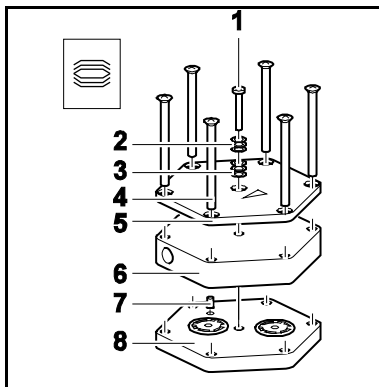

Fig. 24 : Monter la tête de pompe
1. En cas de pompe à deux têtes : Sur le raccordement pneumatique de la tête (3), desserrer les écrous-raccord (2) à la main. Tourner le raccord à visser coudé (1) de la tête de pompe (4) dans le sens inverse des aiguilles d'une montre jusqu'à ce que le tuyau de raccordement puisse être retiré.
2. Repérer la plaque supérieure (Fig. 24/5), le couvercle de tête (Fig. 24/6), la culasse (Fig. 24/8) et le support de membrane d'un trait continu au feutre (dans le cas des pompes à deux têtes : sur les deux têtes de pompe). Cela évite ainsi un montage erroné ultérieur des pièces.
2. Mettre en place la culasse (8) avec les plaques soupapes/joints sur le logement selon le trait au feutre.
3. Mettre en place le couvercle de tête (6) sur la culasse (8) selon le goujon d'assemblage (7).
4. Placer la plaque supérieure (5) sur le couvercle de tête (6) selon le trait au feutre.
5. Serrer les vis (4) en quinconce.
6. Mettre en place la/les vis (1) au milieu de la plaque supérieure (5) avec les rondelles Belleville (2, 3). Veiller alors à ce que les rondelles Belleville soient correctement disposées (voir fig. 24).
7. Serrer la/les vis (1) jusqu'à ce que la tête de vis soit au ras de la surface. Fixer la/les vis avec un demi-tour supplémentaire. (couple de serrage: N810: 20 Ncm; couple de serrage N 820/ N 840/ N 842: 25 Ncm).